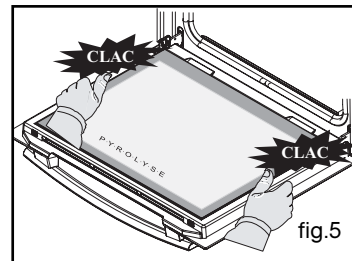

fig.5
- Die letzte Scheibe mit Clips so befestigen, dass die Anzeige "P.Y.R.O.L.Y.S.E" auf Sie zeigt (Abb. 5).